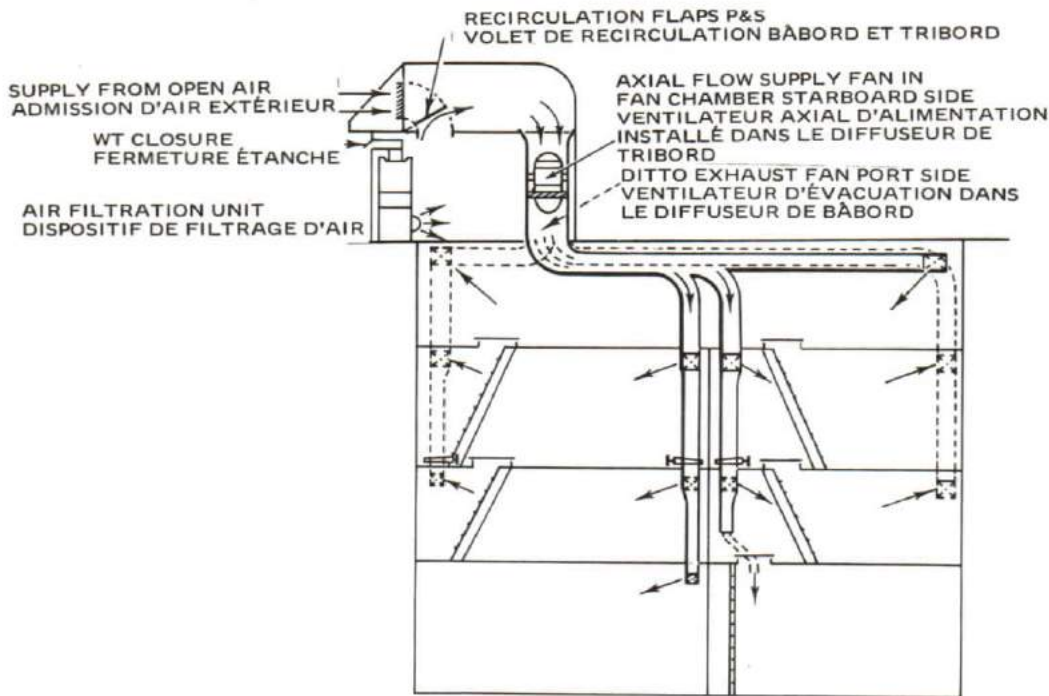

Figure 8-43
7. Destroyer escorts of the St. Laurent and later classes have their ventilation designed on the sectional system. See Figure 8-43. This reduces the number of ventilation openings on the upper deck to ten. The ventilation trunking has to pierce the main bulkheads, and watertight slide valves are fitted at these points.
7. Les destroyers d'escorte de la classe St-Laurent ou de classe récente sont équipés du système de ventilation en sections, illustré à la figure 8-43, qui permet de réduire à dix le nombre de prises d'air sur le pont supérieur. Puisque les conduites de ventilation traversent les cloisons étanches principales, on a installé des soupapes à tiroir aux points de traversée.